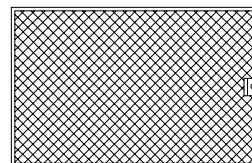

Рис. 3
4. Алюминиевый жиरोулавливающий фильтр, находящийся под откидной панелью (см. рис. 3).
Рис. 3а
Дополнительным аксессуаром для вытяжки является угольный фильтр (в комплект не входит, рис. 3а).